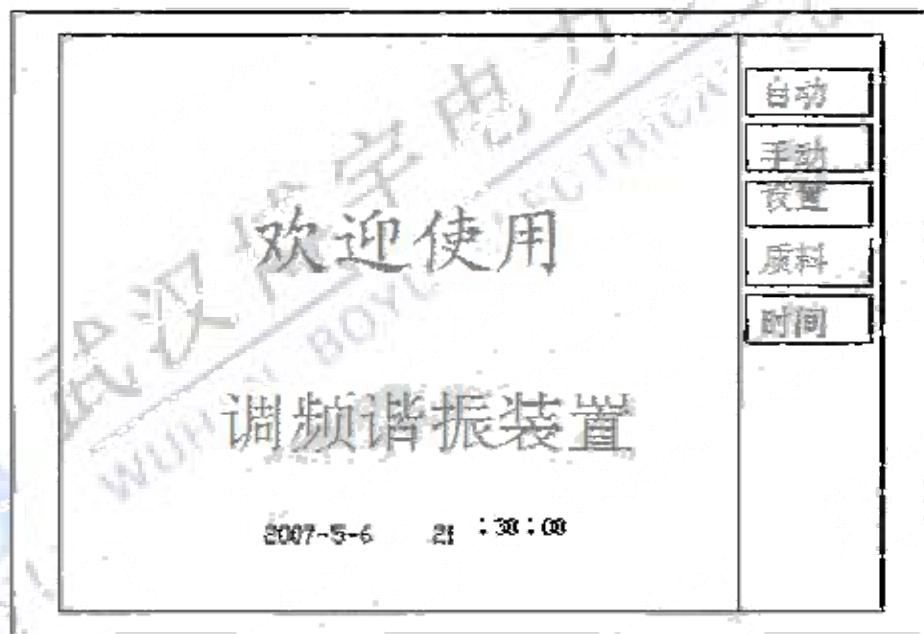
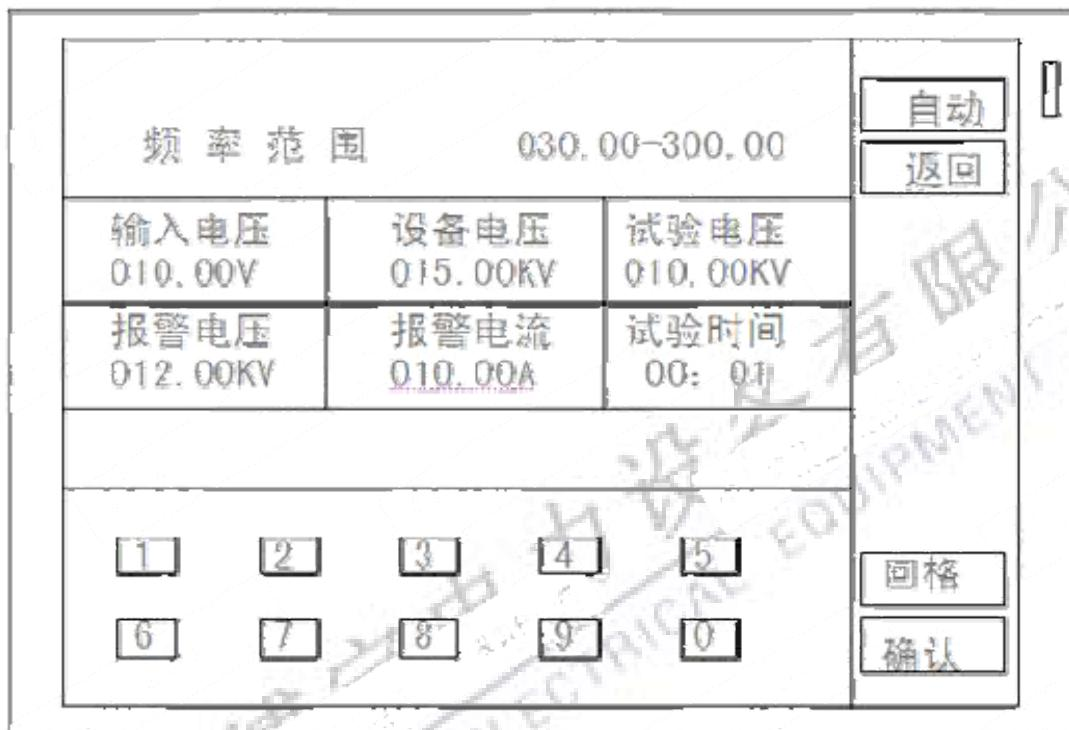

图2
图 3
4.2.1. 开机后，液晶的显示界面如图2所示。
点击“设置”后，液晶的显示界面如图 3。
- **返回**: 设置完成后返回到图 2 界面。
注意：因为你是第一次使用我们的设备，建议在进行试验操作前仔细检查你的当次设置是否符合试验要求。具体做法就是在试验前你再次点击“**设置**”，进入图 3 界面，依次检查每一项参数，确认与试验要求符合后再点击“**返回**”进入待试验的图 2 界面。
进入图 2 界面，点击“自动”，进入下图 4 界面，点击“启动”，“确认”，则自动进行调谐、升压、计时、降压。
进入图 2 界面，点击“手动”，进入下图 4 界面，点击“启动”，“确认”，，